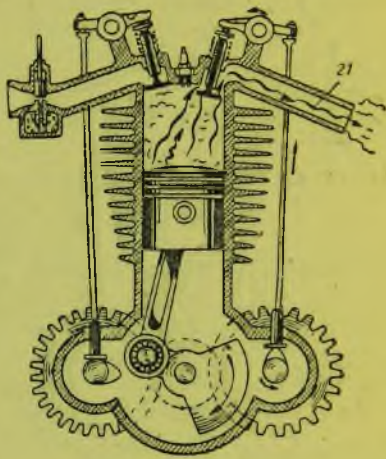

Рис. 8. Такт выпуска
Однако такое большое давление будет лишь в момент нахождения поршня в верхней мертвой точке. При движении же поршня под действием рабочих газов вниз объем камеры цилиндра увеличивается, следовательно, давление газов будет падать, будет понижаться и их температура. К концу рабочего такта, когда поршень придет в свое крайнее нижнее положение, откроется выпускной клапан, поднимаемый кулачком, через посредство подъема толкателя, штанги и поворота коромысла. В это время давление газа еще достаточно высокое, примерно 4—5 атмосфер, и поэтому отработавшие газы с силой вырываются наружу по патрубку (21). Затем поршень опять идет вверх и выталкивает продукты сгорания (рис. 8) — такт выпуска.